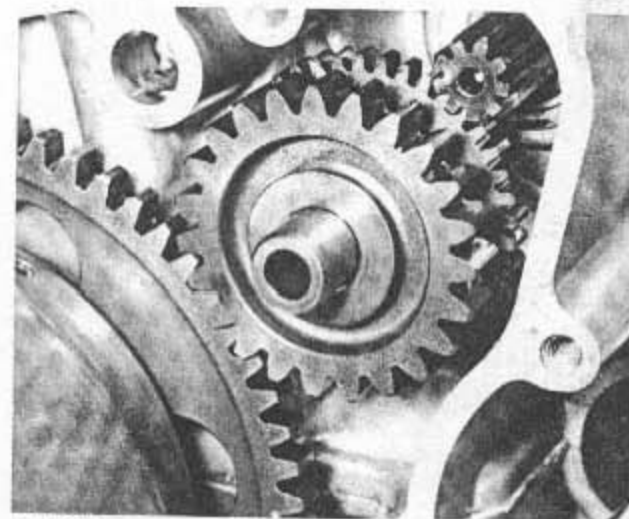

Bild 134
- Das doppelt ausgeführte Zwischenzahnrad wird auf seine kurze Welle gesetzt. An beiden Seiten des Zahnrades wird eine Anlaufscheibe angebracht (Bild 134). Das Ganze wird nun so ins Gehäuse eingesetzt, dass das feiner gezahnte Rad an der Rückseite des Freilaufzahnades liegt. Der Wellenstumpf wird bis zum Anschlag in die Gehäusebohrung eingeschoben.